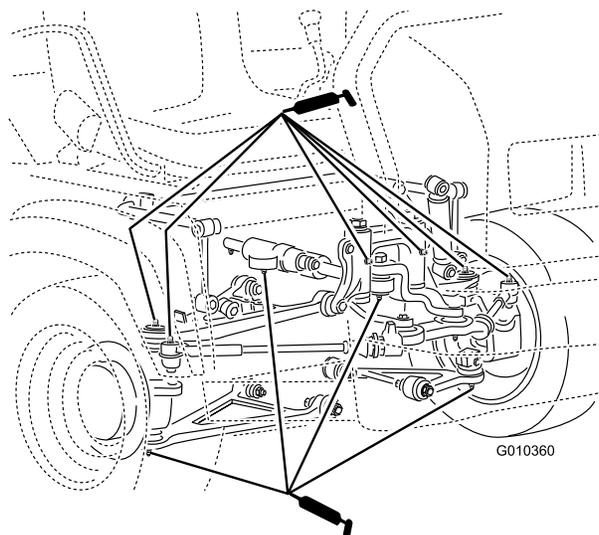

Рисунок 40
- Шаровые опоры (4 шт.), тяги (2 шт.), шарнирные крепления (2 шт.) и гидроцилиндр рулевого управления (2 шт.), как показано на Рисунок 40.